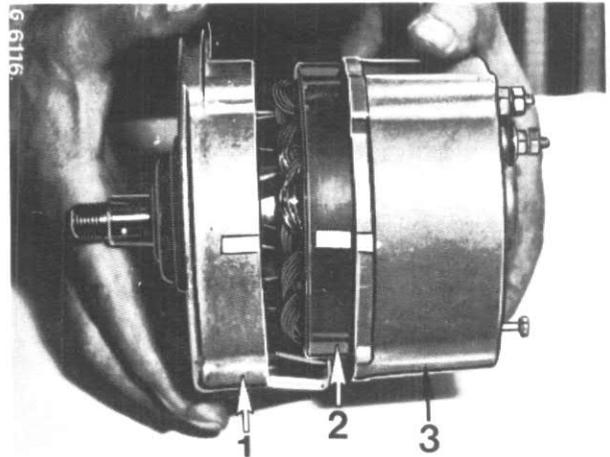

Figure 22
Tirez et dégagez le carter côté entraînement (1) avec le rotor, fig. 22.